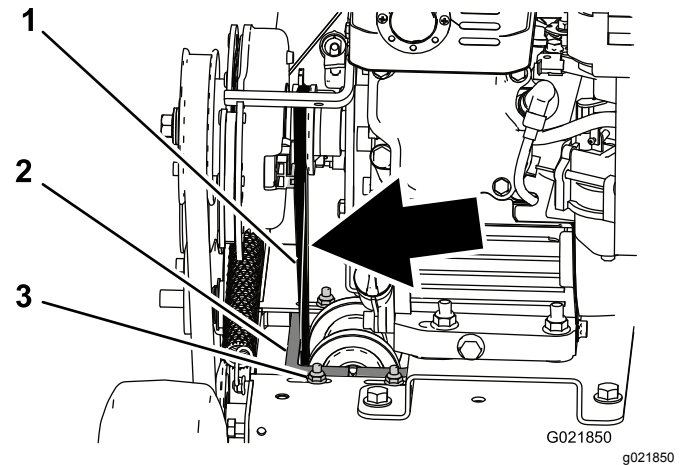

Figura 26
4. Verificate la tensione della cinghia. Non deve flettersi di oltre 6 mm con una pressione moderata delle dita applicata sulla lunghezza, appena sopra il telaio della macchina (Figura 26).
5. Per serrare la cinghia, allentate i 4 dadi di montaggio e bulloni che fissano il carrello della puleggia al telaio, quindi spostate il carrello a sinistra, serrando la cinghia; poi fissate i 4 dadi di montaggio e bulloni (Figura 26).